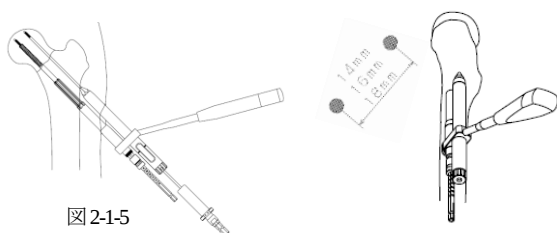

図 2-1-5
- 4) TLS 用パラレルガイドに TLS 用近位 24 ガイドピンスリーブを組み付け、TLS 用ステップリーマをガイドに近位ガイドピンを刺入します。近位スライディングスクリューが軸射像で頸部後方の皮質に支えられるよう刺入します (図 2-1-5)。このとき、24 ガイドピンアダプタを必ず使用して下さい。遠位ステップリーマ後端との干渉を防止します。